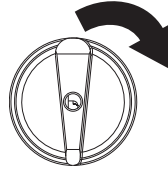

Рис. 12.
2. Откройте топливный кран (рис. 12).